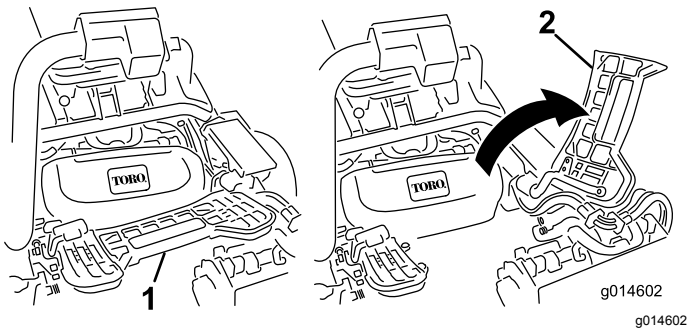

Figura 52
2. Levante el reposapiés y gírelo hacia arriba, para tener acceso a la posición de la unidad de corte central (Figura 52).